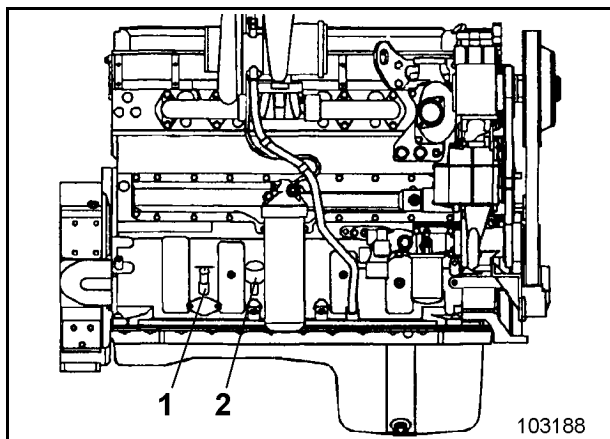

Fig. 3-11 :
- Retirer la jauge à huile (1, Fig. 3-11 :).
- Retirer la jauge encore une fois, le niveau d'huile doit se situer entre les repères (flèche, Fig. 1-12). Si le niveau d'huile atteint le "mini" ou est même en dessous, rétablir le niveau en ajoutant de l'huile par la tubulure de remplissage (2, Fig. 3-11 :).